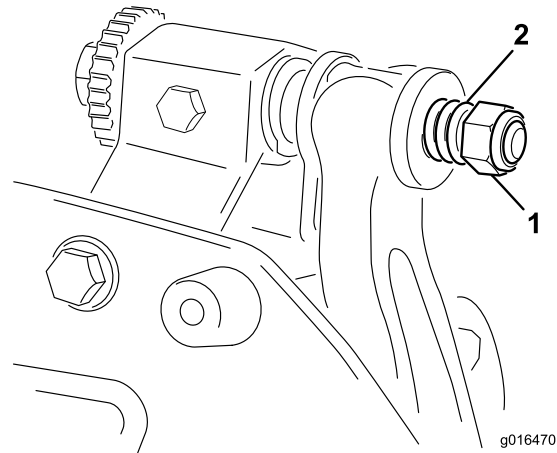

图 27
3. 将尼龙垫圈放在侧板凸起的一侧。在两个尼龙垫圈的外侧各放一个钢垫圈图 27。
6. 旋紧弹簧加压螺母直到弹簧完全压紧然后往回松开 1/2 圈图 27。